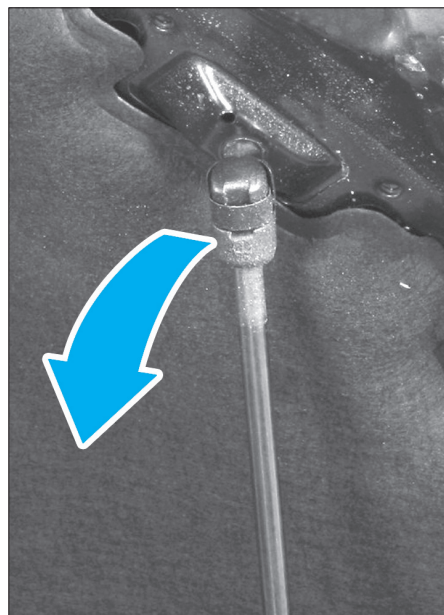

Fig. 74
- Dégrafer du côté gauche, le ressort à air comprimé (Fig.74).